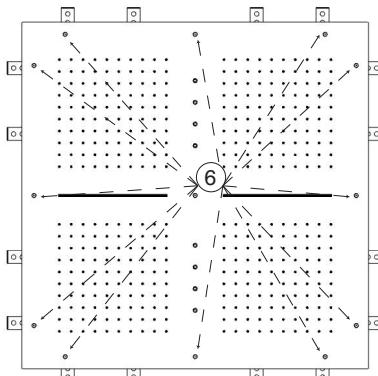
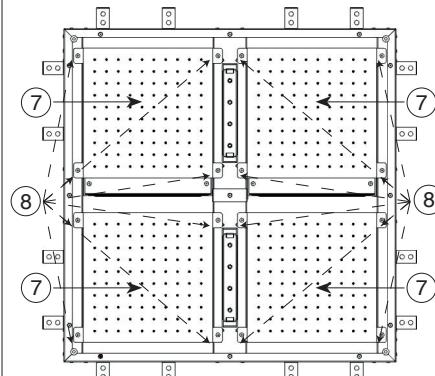

FIG.6
FIG.7
- IT** Prima di provvedere all'assemblaggio delle parti asportate per il fissaggio del telaio, dovete provvedere all'alimentazione delle cascate per poi alimentare gli elementi pioggia (7) della Fig.7.
Dopo questo passaggio potrete provvedere ad avvitare le rispettive viti (8) della Fig.7.
A questo punto siete pronti per rimettere la parte estetica di Fig.6 riavvittando le viti (6).
- EN** Before assembly the part, previously removed for fixing the frame, feed the waterfalls and feed in pairs the elements for the rain function (7) Fig.7.
After this step, screw the screw (8) Fig.7 and then reposition the aesthetic part Fig.6 and screw the screw (6).
- FR** Avant de monter les pièces enlevées pour la fixation du châssis vous devrez alimenter les cascades pour alimenter ensuite les éléments pluie (7) de la Fig.7.
Après ce passage visser les vis respectives (8) de la Fig.7.
A ce point vous êtes prêts pour remettre la partie esthétique de Fig.6 vissant les vis (6).
- DE** Bevor man die zuvor, für die Befestigung des Rahmens abmontierten Bestandteile wieder zusammenbaut, muss man sich um die Versorgung der Wasserfallausläufe kümmern, um dann die Berieselungselemente (7) der Abb.7 zu versorgen.
Danach kann man sich um das Verschrauben der entsprechenden Schrauben (8) gemäß Abb.7 kümmern. An diesem Punkt ist alles bereit, um die Dekorplatte von Abb.6 wieder anzubringen, indem man die Schrauben (6) entsprechend Abb.6 erneut festschraubt.
- ES** Antes de ensamblar las partes removidas durante las operaciones de fijación del bastidor, realicen la alimentación de las cascadas y, sucesivamente, alimenten los elementos lluvia (7) de la Fig.7 previstos.
Acabado esta fase, atornillen los tornillos correspondientes (8) de la Fig. 7.
Finalmente, pueden colocar la placa embellecedora de Fig. 6 volviendo a cerrar los tornillos (6).
- RU** Перед сборкой деталей, снятых перед фиксацией рамы, необходимо предусмотреть подачу воды на водопады, а затем на душевые элементы (7) рис.7. После этого можно закручивать соответствующие винты (8) рис.7. Теперь можно установить на место декоративный элемент – рис. 6, завинтив винты (6).
- SV** Innan du monterar de delar du tagit bort för att fästa ramen, ska du se till att försörja vattenfallen för att sen försörja regnlementen (7) i Fig. 7. Efter att ha gjort detta kan du skruva fast de respektive skruvarna (8) i Fig 7. Nu är du klar att sätta tillbaka dekorationsdelen i Fig 6 och skruva fast skruvarna (6) på nytt.
- ZH** 在重新装回框架固定时拆卸的部件时，应查验中间喷口的供水，最后再将水源接在水滴元件（7）上（图7）。此步骤之后才可拧紧相应的螺钉（8），如图7所示。此时可重新放入图6所示的弹性部件，并拧紧螺钉（6）。